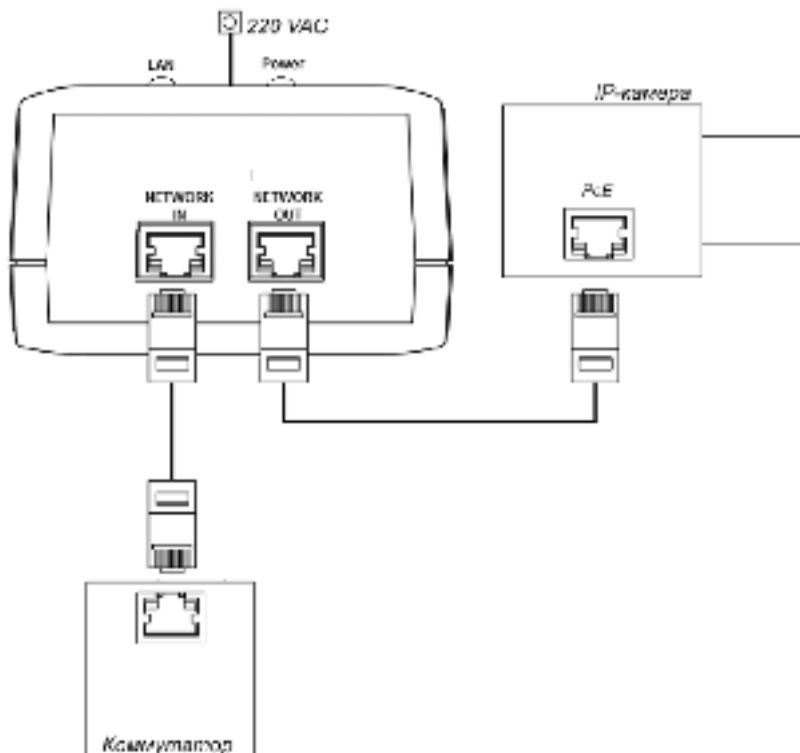

Рисунок 2 – схема подключения
- Подключите коммутатор (hub/switch) стандартным сетевым кабелем к разьему «NETWORK IN» изделия (см. рисунок 2)